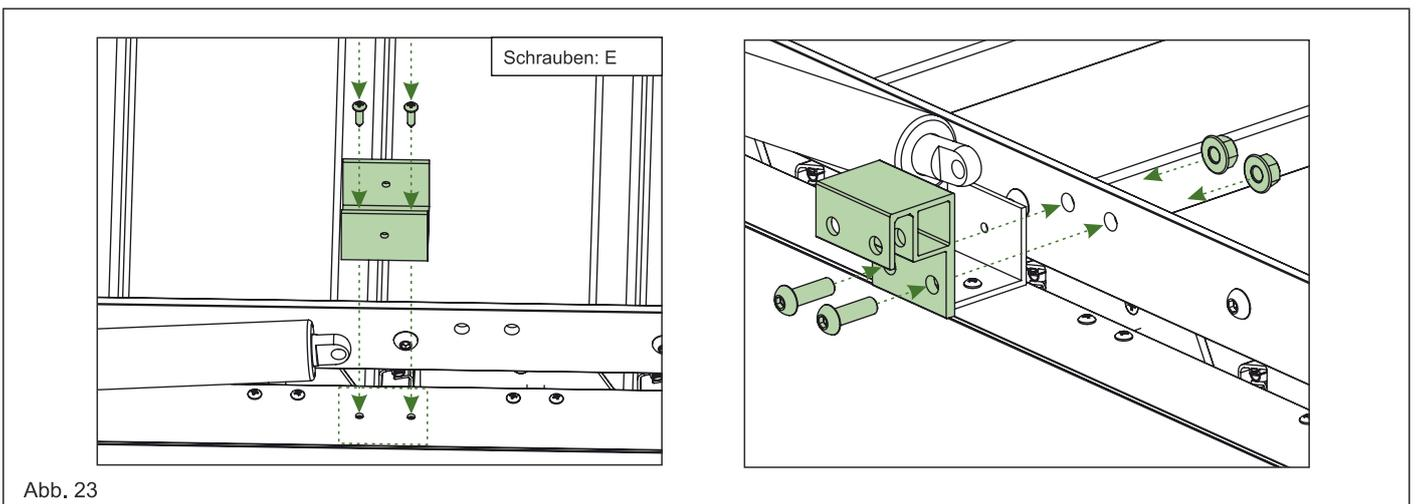

Abb. 21
12.1. Verbinden Sie das Motorkabel sowie das Verlängerungskabel für den Motor (soweit es benötigt wird). Führen Sie es durch die zweite Fassungsabdeckung des Träger A und führen Sie es durch die Kerbe des Pfostens A. Siehe Abb. 21.